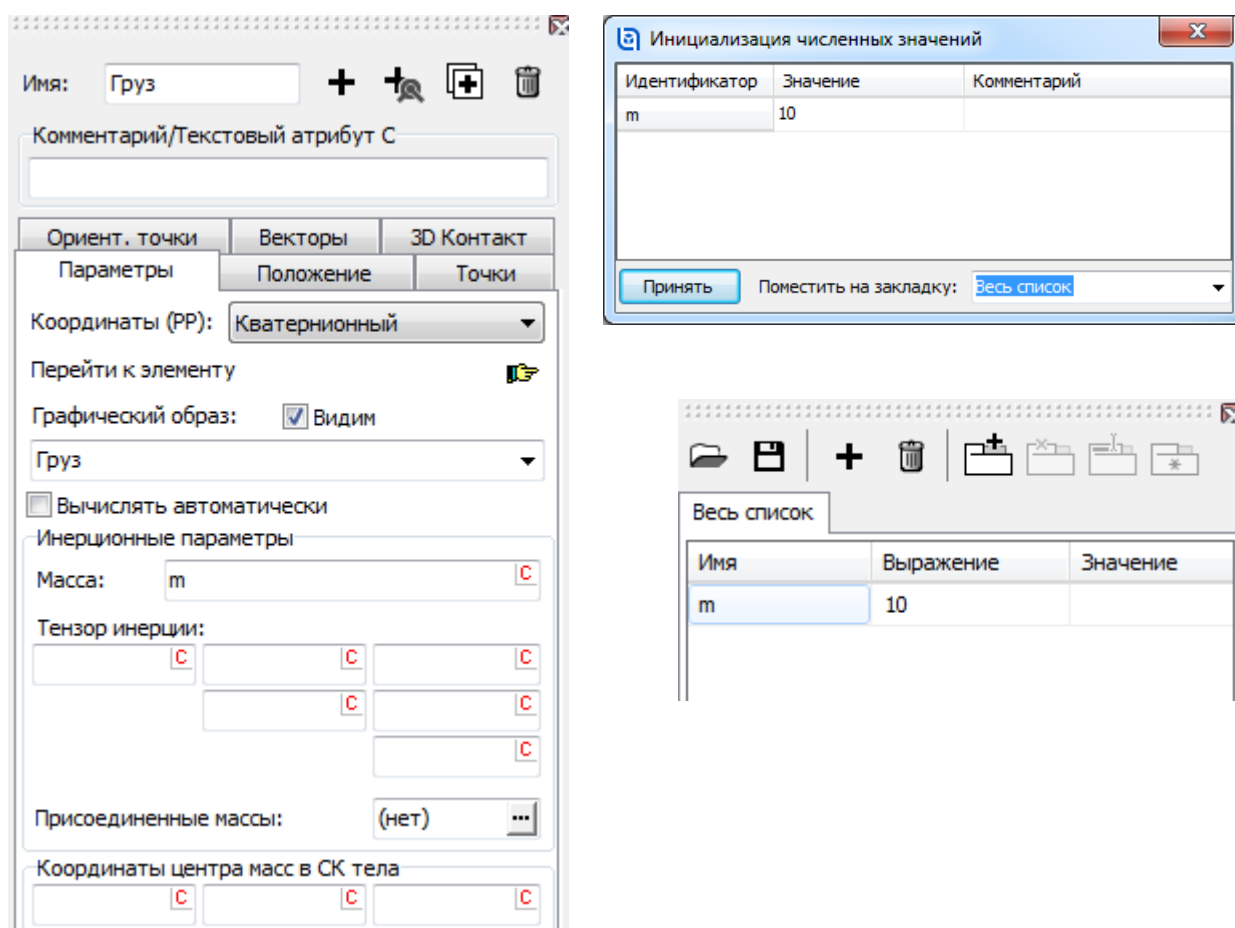

Рис. 2.7. Создание тела **Груз**
6. В списке параметров модели, слева в окне конструктора, появится первый параметр модели – m , см. рис. 2.7.